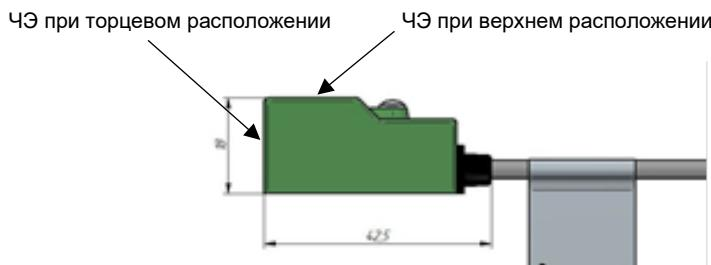

Рисунок 2 – Расположение ЧЭ на примере ВБИ-П18УР
3.5 У выключателей П08, П12, П18, П30, П40 расположение чувствительного элемента (ЧЭ) может быть торцевое или верхнее (Рис. 2).